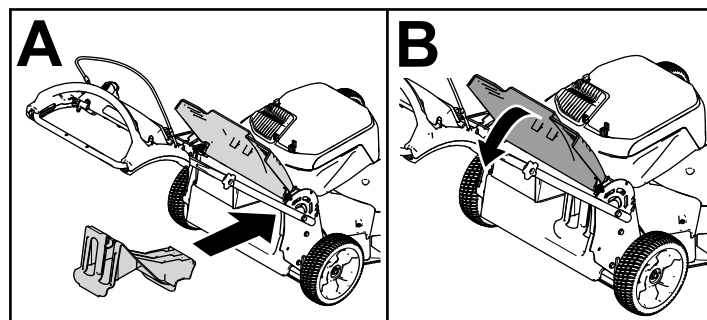

Figura 17
defletor traseiro e insira-o na calha de descarga traseira até que encaixe no sítio; consulte Figura 17.
**Importante:** Certifique-se de que o bujão de descarga traseiro está no lugar antes de reciclar as aparas de relva (Figura 17).